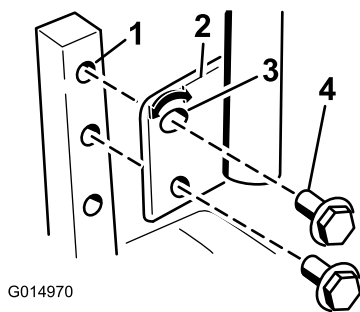

Figure 24
1. Retirez les 2 boulons qui fixent le levier de commande à l'arbre du bras de commande (Figure 24).
2. Placez le levier de commande dans les trous suivants. Fixez le levier avec les 2 boulons (Figure 24).
- Desserrez le boulon inférieur jusqu'à ce qu'il soit possible de faire pivoter le levier de commande en avant ou en arrière (Figure 24). Serrez les deux boulons pour fixer la commande à sa nouvelle position.